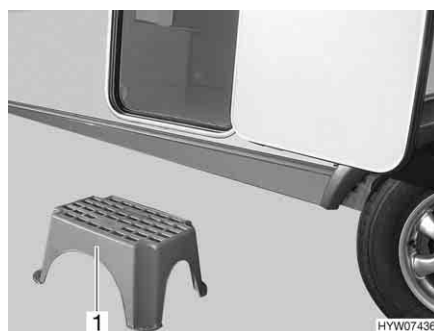

Bild 22 Fotsteg (fristående)
- Ställ fotsteget (Bild 22,1) framför husvagnens ingång.